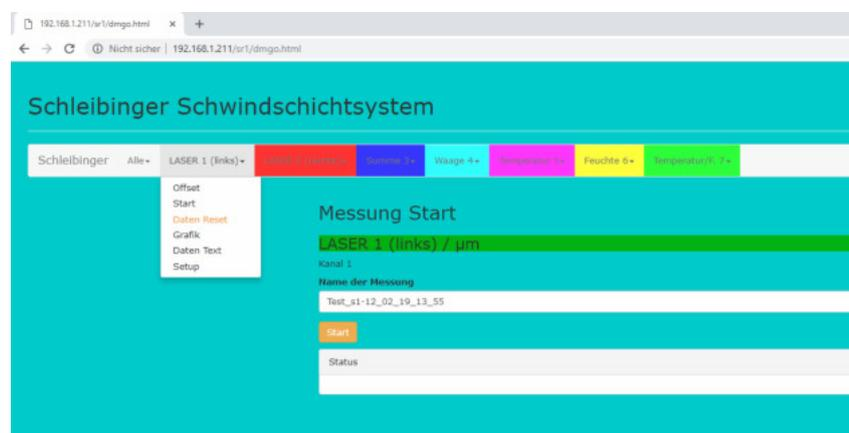

Abbildung 18: Start der Messung
- Klicken Sie auf den Menüpunkt **Start** (Abb. 18).